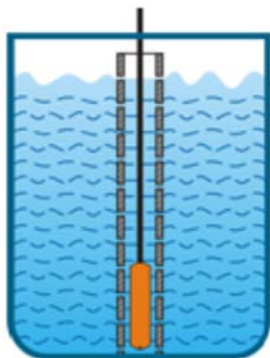

Рис.1 Использование перфорированной трубы для компенсации погрешности, вызванной волнением жидкости.
11.4. В случае, если в резервуаре присутствует волнение жидкости, для повышения точности рекомендуется помещать датчик в защитный дренированный объем (Рис.1).